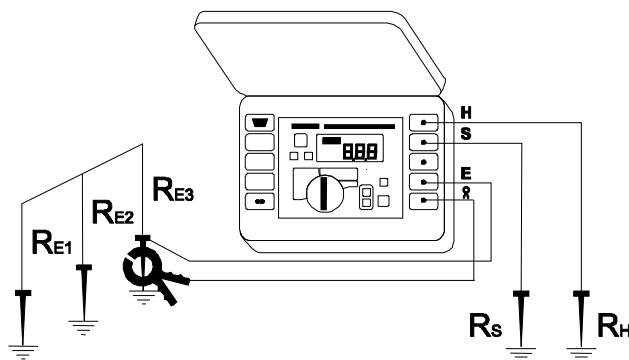

Рис.10. Использование измерительных клещей для измерения сопротивления многоэлементного устройства заземления по трехполюсной схеме
1. Соединяют исследуемый заземлитель с измерительным гнездом **4** измерителя, обозначенным символом „E“ (Рис.10).